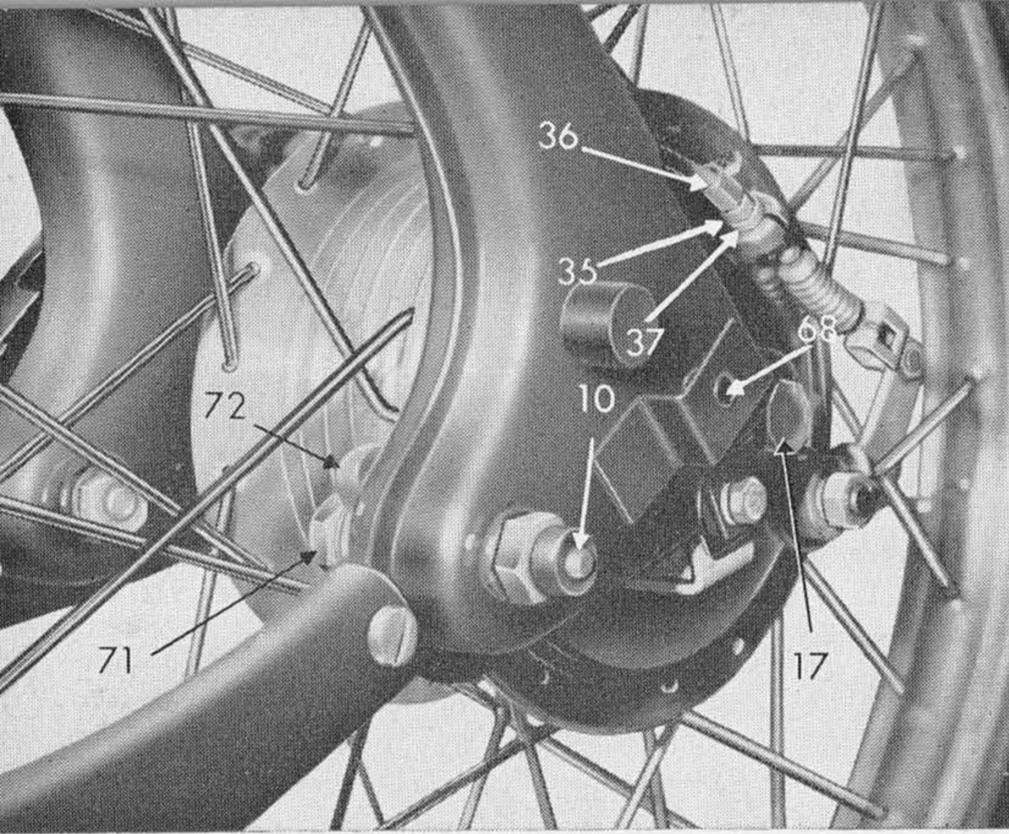

Bild 8
6. **Der Aus- und Einbau des Vorderrades Schwinggabel** (Bild 8)
- c) Beidseitiges Herausdrehen der Befestigungsschrauben 68 (Bild 8) und Abnehmen der Zierkappen
Beim Einbau des Vorderrades ist darauf zu achten, daß der an der rechten Innenseite der Vorderradgabel befestigte Abstützbolzen 71 in die Aussparung des Bremsschildarmes 72 greift (Bild 8).
Zur Schmierung dienen die beidseitig angebrachten Schmiernippel 10 (Bild 8), die bei den drei Inspektionen und alle weiteren 1000 km mit Hochdruck-Fett abzuschmieren sind.